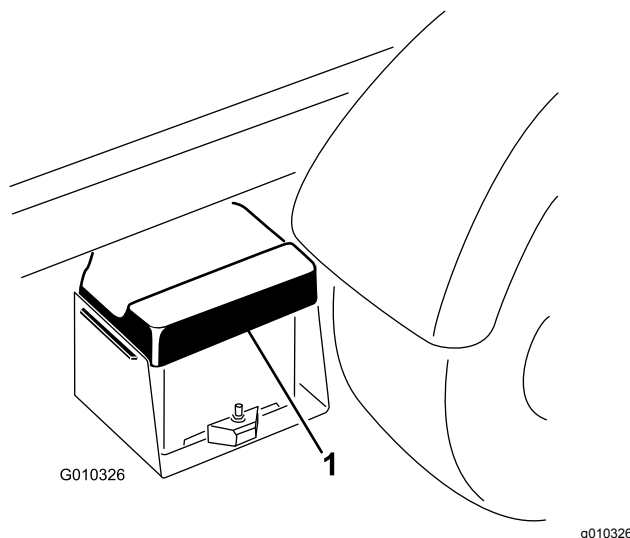

Рисунок 41
1. Сожмите крышку аккумулятора, чтобы высвободить лапки из основания аккумулятора, и снимите крышку с основания аккумулятора (Рисунок 41).